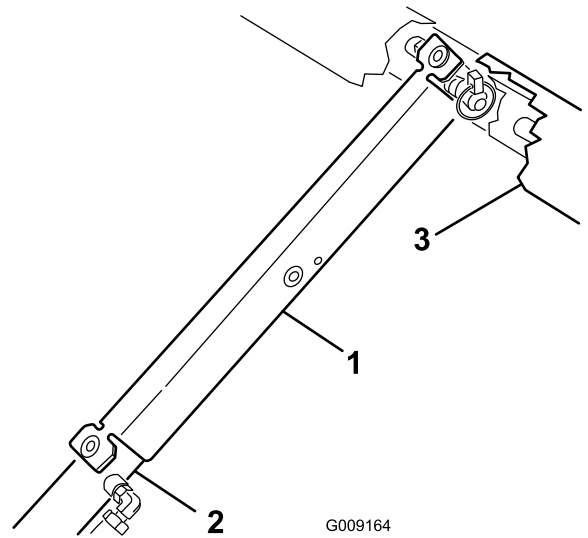

Figure 13
3. Poussez la béquille de sécurité du plateau sur la tige du vérin et appuyez bien les pattes d'extrémité contre l'extrémité du corps du vérin et l'extrémité de la tige du vérin (Figure 13).